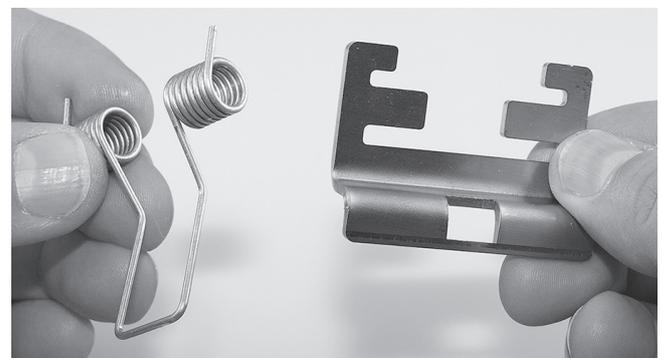
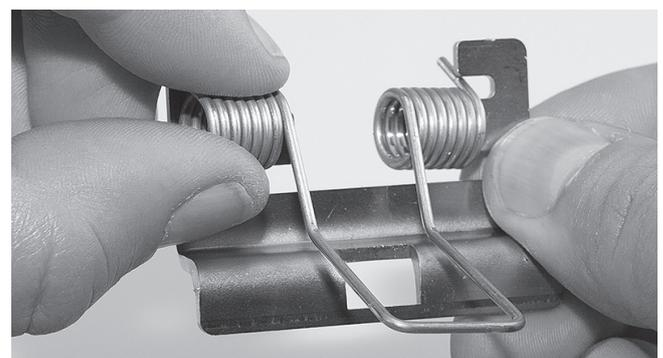

Abb. 2
Abb. 3
1. Die Doppelschenkelfeder beidseitig auf das Halteelement aufstecken (Abb. 2 / Abb. 3).